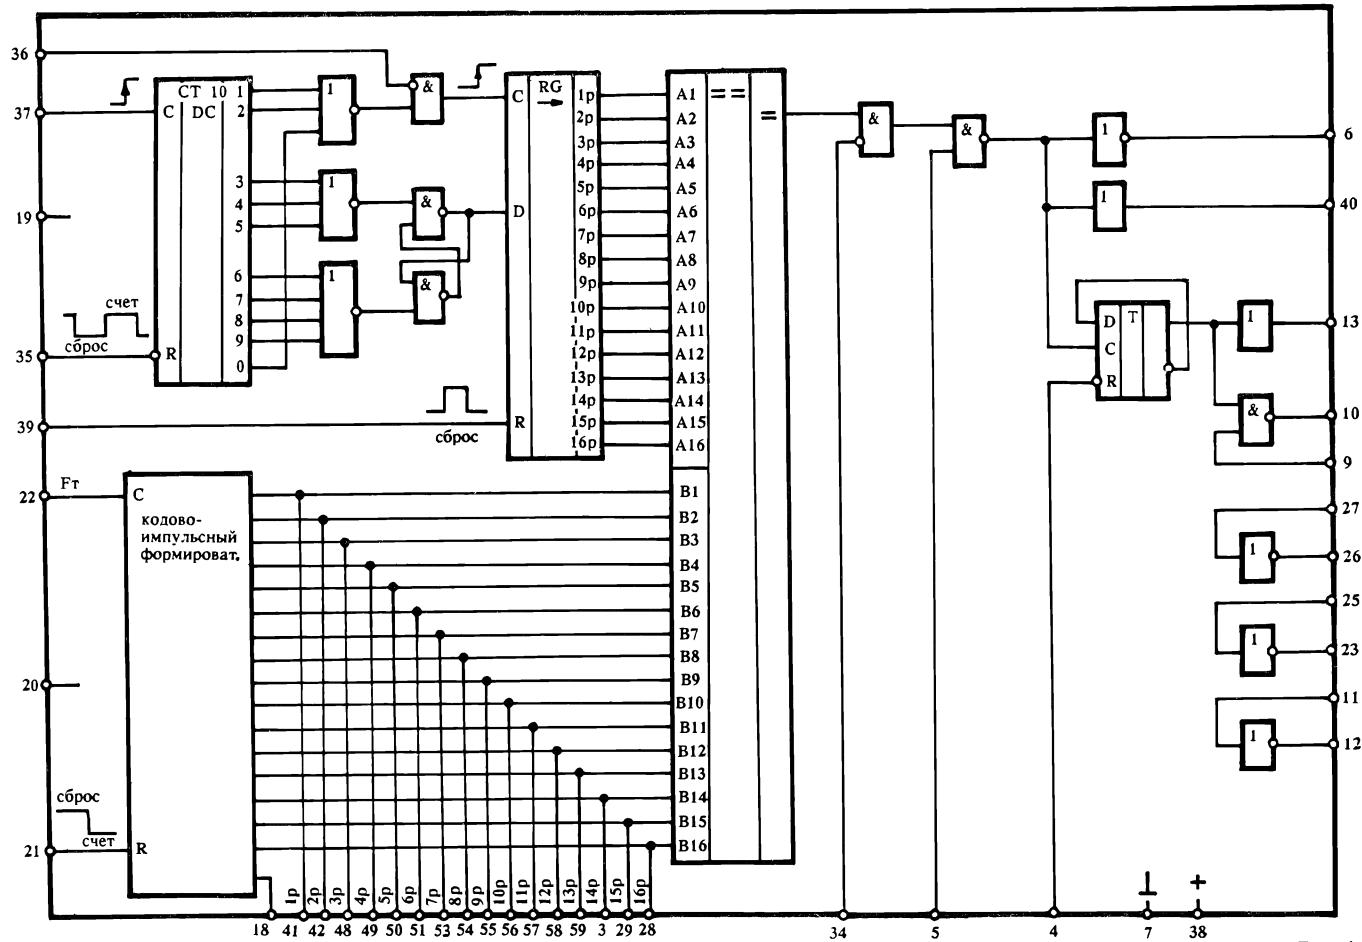

Рис. 1
рис.1. В его состав входят две независимые функциональные структуры — кодер и декодер, у которых общими являются: вывод питания (38), нулевая шина (7) и 16 выводов установки опорного кода. В соответствии со структурой кода эти выводы подключаются либо к общему проводу ("0"), либо к плюсовойшине ("1").